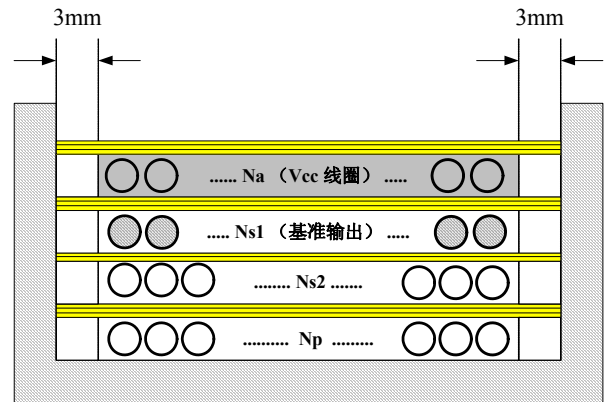

图 9 减少 Vcc 变化的线圈顺序
- **Vcc 工作范围**：如前文所述，Vcc 电压会受到缓冲器电容电压的影响。由于缓冲器电容电压随着漏极电流变化，Vcc 电压可能会超出工作范围，在正常工作时触发过压保护。这种情况下，Vcc 线圈应紧邻反馈控制调节的基准输出线圈，远离初级端线圈，如图 9 所示。